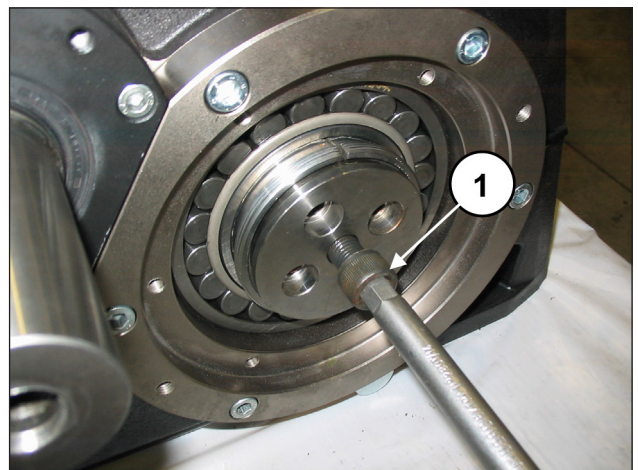

Fig. 79
Poser une vis M16 d'une longueur suffisante (35-40 mm) dans l'orifice M16 du vilebrequin et visser jusqu'à ce que le flasque atteigne la douille (rep. ①, Fig. 79). Ne pas serrer la vis.